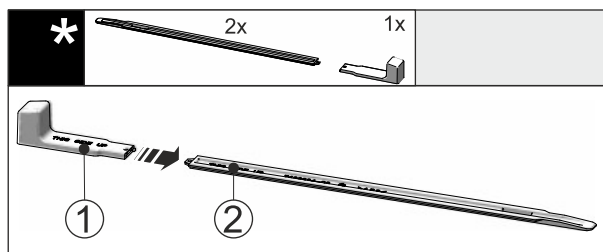

Fig. 45
- ▶ Uchwyt montażowy Fig. 45 (1) podłączyć do szyny niwelującej Fig. 45 (2).